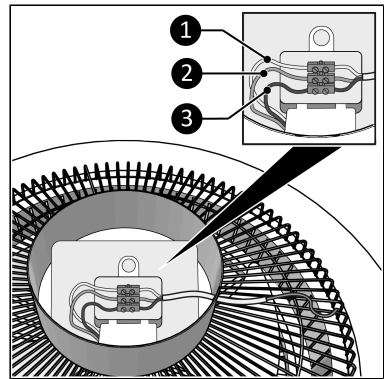

Figure 57.
- Fil marron : phase (Figure 57, pos. 3) ;
- Fil jaune et vert : terre (Figure 57, pos. 2) ;
- Fil bleu : neutre (Figure 57, pos. 1).